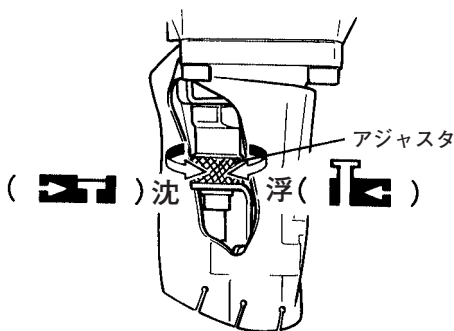

図 16
(1) アジャスタの調整 (図 16)
- 試し打ちし、釘が沈みすぎるときはアジャスタを浮く方(マーク ) に回します。釘の頭が浮くときはアジャスタを沈む方(マーク ) に回します(図 16, 17)。アジャスタは1回カチッと回るとに0.5 mm 移動します。